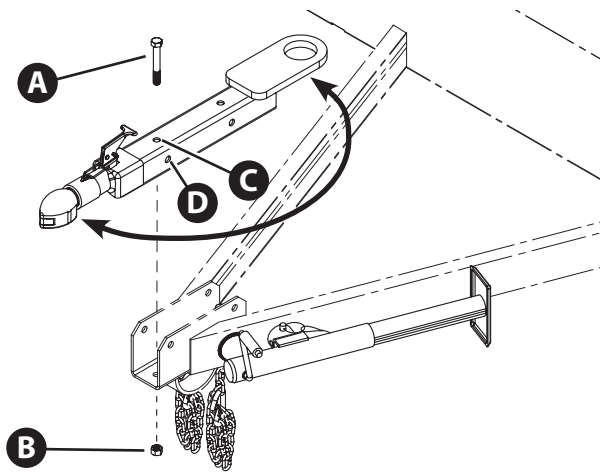

Figura 3.1
2. Retire los dos tornillos de cabeza hexagonal (**A**, Figura 3.1) y las contratueras (**B**) que fijan la parte tubular del argollón de contera a la lengua. Deseche las contratueras. No quite los dos tornillos de cabeza hexagonal y las contratueras que fijan el acoplador del remolque al argollón de contera.
4. Inserte los dos tornillos de cabeza hexagonal que retiraron en el paso 1 por los orificios correspondientes en la lengua y por los orificios en la parte tubular del argollón de contera (**C**, **D**, Figura 3.1).